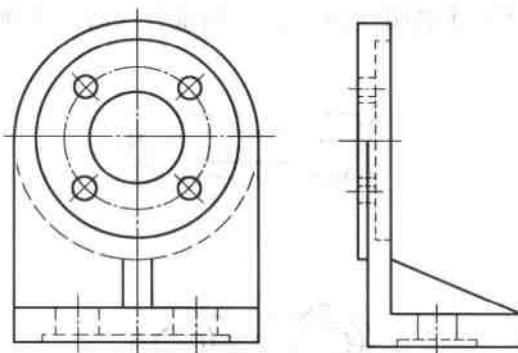

图 34
34. 将左视图（图 34）画成全剖视图（用几个相交的剖切面剖切）。